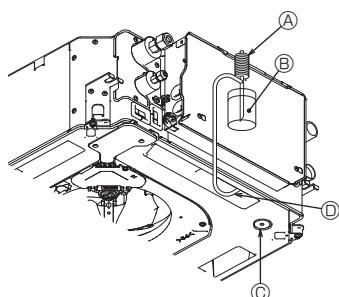

Fig. 6-9
- Rivolgere frontalmente il comando a distanza verso il ricevitore dell'unità interna mentre si eseguono le fasi da ③ fino a ⑧ della procedura.
6.3. Controllo del drenaggio (Fig. 6-9)